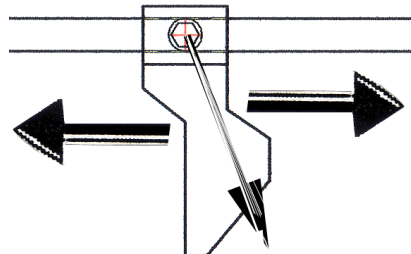

Figura 16
- 3) Una vez que ambas llaves estén colocadas correctamente en la mordaza, afloje el tornillo que fija cualquiera el tope izquierdo del calibrador de llave a la barra. No es necesario quitar dicho tornillo, solo aflojarlo, lo cual le permitirá desplazar libremente el tope en cuestión en ambas direcciones a lo largo de la barra (ver figura 16).